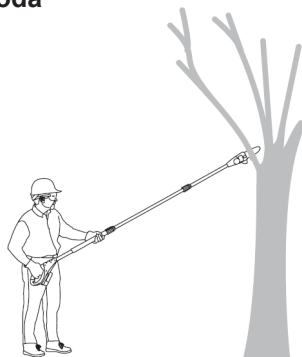

Fig. 27
1. Sujete siempre bien el producto, con las manos en la superficie de empuñadura (9) y en la empuñadura trasera (1). No utilice el producto con una sola mano (Fig. 27).